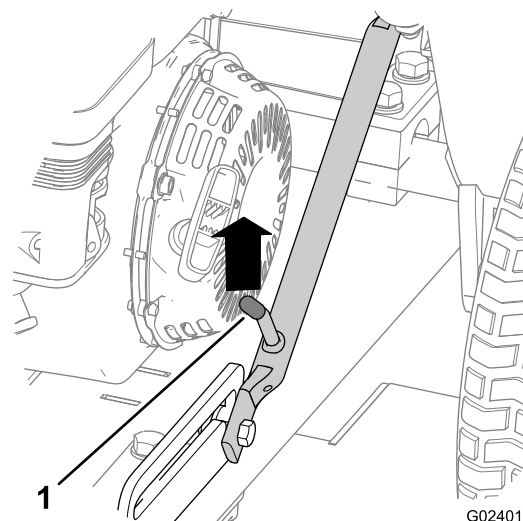
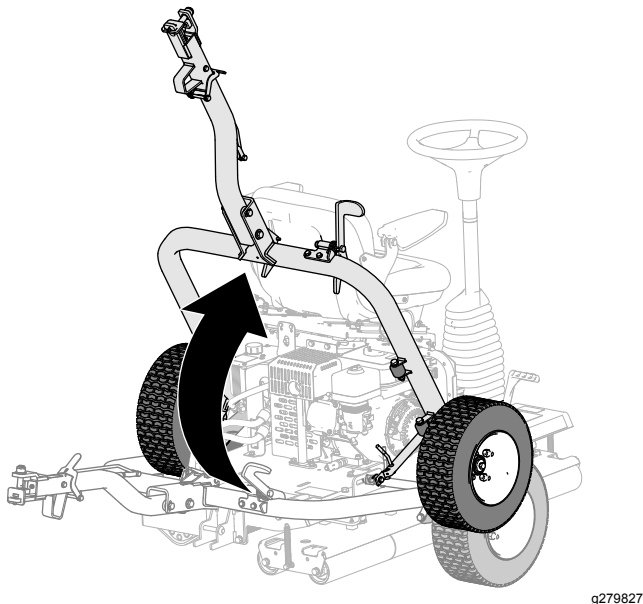

Figure 17
Figure 22
1. Poussez le dispositif d'attelage vers le haut jusqu'à ce que le levier de verrouillage soit dégagé du verrou de la glissière (Figure 17).
5. Élevez l'attelage (Figure 22) jusqu'à ce que le levier de verrouillage s'enclenche dans le verrou de la glissière (Figure 17).